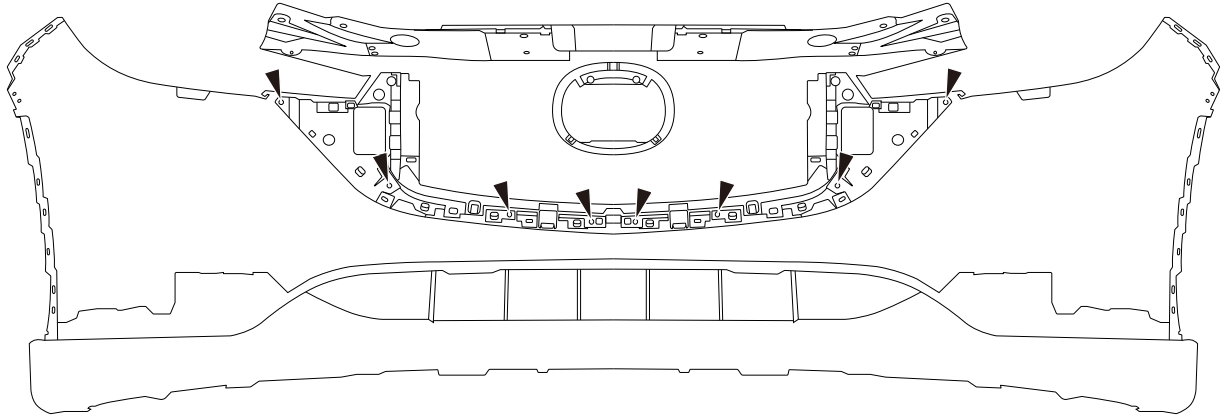

図4 純正ラジエーターグリル取外し
4. 図4を参照し、フロントバンパーからラジエーターグリルを取外します。